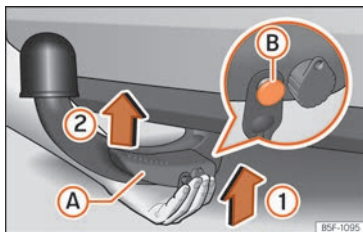

Abb. 174 Anhängerkupplung anbringen Schritt 1
- Die Anhängerkupplung **von unten** und der Pfeilrichtung »» Abb. 174 (1) folgend in die deren Aufnahme einsetzen, bis sie hörbar einrastet »» △.
Der Hebel »» Abb. 174 (A) dreht sich **automatisch** in Pfeilrichtung (2) nach oben und der Entriegelungsbolzen (B) kommt heraus (sein rot-grüner Teil ist sichtbar) »» △.
- **Beim Befestigen der Anhängerkupplung nicht mit den Händen in den Hebel fassen, um ein Einklemmen der Finger zu vermeiden »» Abb. 174 (A).**